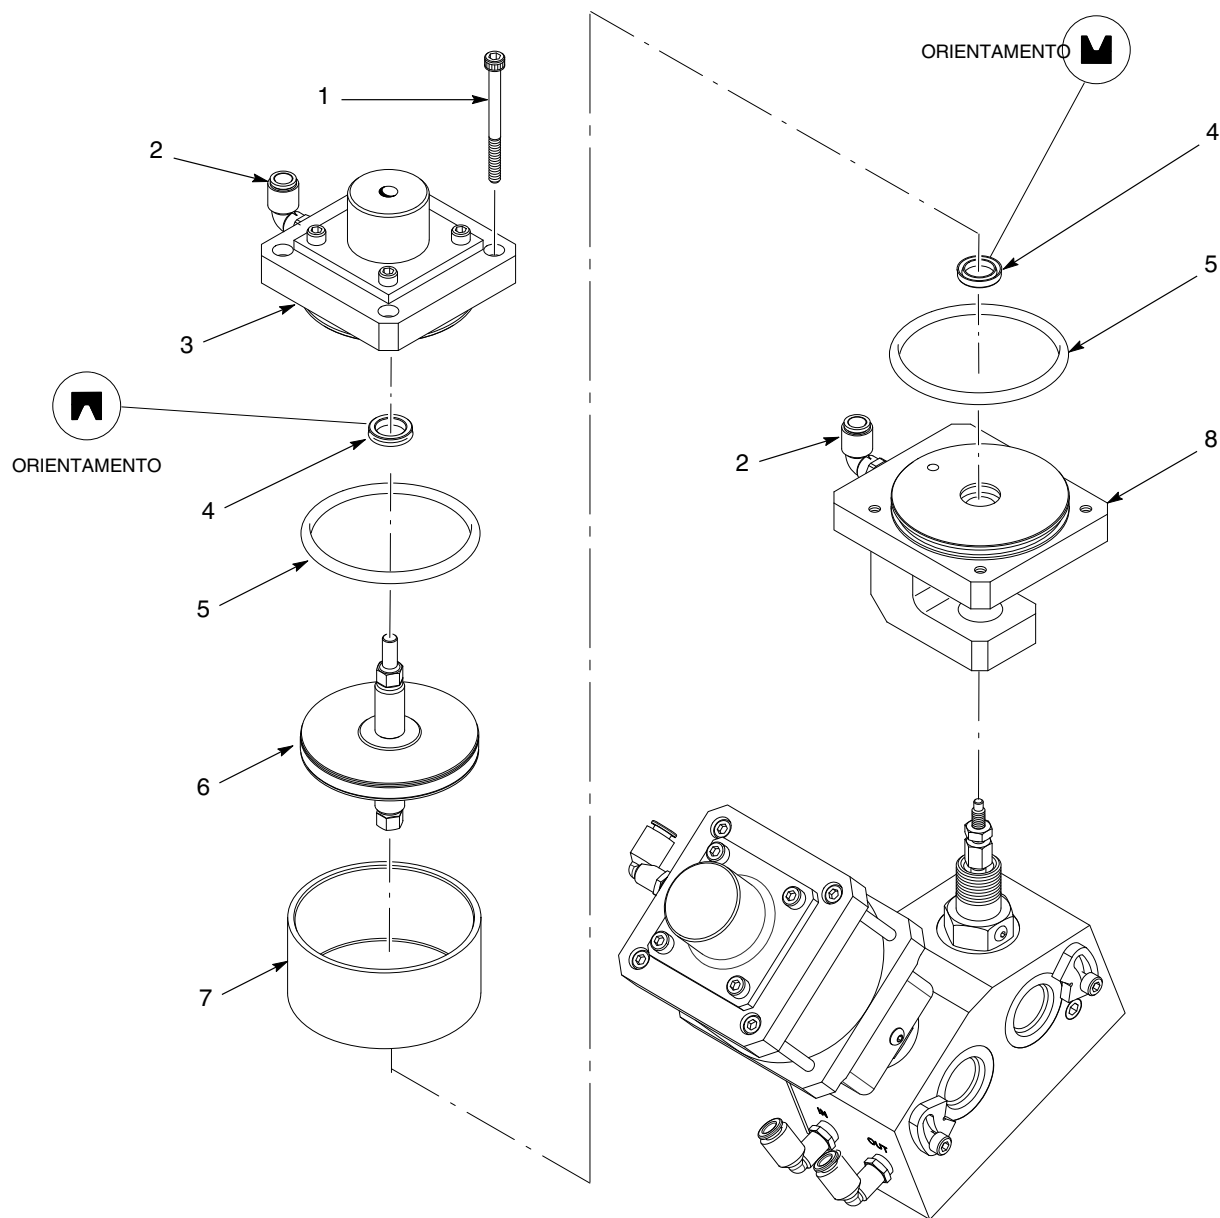

Figura 5 Sostituzione del gruppo pistone pneumatico
2. Tenere il dado esagonale dell'albero pneumatico (1) con una chiave da 10 mm e svitare il controdado (2) con una seconda chiave da 10 mm.
3. Usando una chiave a forchetta da 1 in. svitare il dado di tenuta (4) che fissa la forcella (5) al dado esagonale della copertura (6).
4. Tenere il dado esagonale dell'albero pneumatico (1) con una chiave da 10 mm e applicare una seconda chiave da 10 mm al dado accoppiatore (3). Svitare il dado dell'accoppiatore.
5. Rimuovere il gruppo cilindro pneumatico (9) dalla pistola erogatrice.
6. Vedi figura 5. Con una chiave esagonale da 4 mm rimuovere le quattro viti a brugola (1) dalla testa superiore del cilindro (3).
7. Separare la testa superiore del cilindro dalla forcella/testa inferiore del cilindro (8).
8. Rimuovere il manicotto del cilindro (7) e il gruppo pistone/albero (6). Smaltire il vecchio gruppo pistone.
9. Rimuovere le guarnizioni a labbro (4) dalle scanalature nelle teste superiore e inferiore del cilindro.
10. Rimuovere gli o-ring (5) dalla testa del cilindro e smaltirli.
1. Vedi figura 5. Lubrificare le nuove guarnizioni a labbro (4) con Magnalube-G e montarle come illustrato.
2. Lubrificare e montare due nuovi o-ring per la testa del cilindro (5).
3. Lubrificare il diametro interno del manicotto del cilindro (7) e la guarnizione blu esterna del gruppo pistone/albero (6).
5. Montare l'albero del pistone nella testa inferiore del cilindro/forcella (8). Agganciare il manicotto del cilindro sulla forcella.
6. Agganciare la testa superiore del cilindro (3), l'o-ring con il lato in basso, sul manicotto del cilindro (7).
7. Allineare ad angolo retto la testa superiore del cilindro e le teste inferiori del cilindro, di modo che i raccordi dell'aria (2) siano allineati.
8. Lubrificare i filetti delle quattro viti a brugola (1) e montarle per fissare la testa superiore del cilindro sulla testa inferiore del cilindro. Serrare le viti a 5,2 N•m (46 in.-lb).